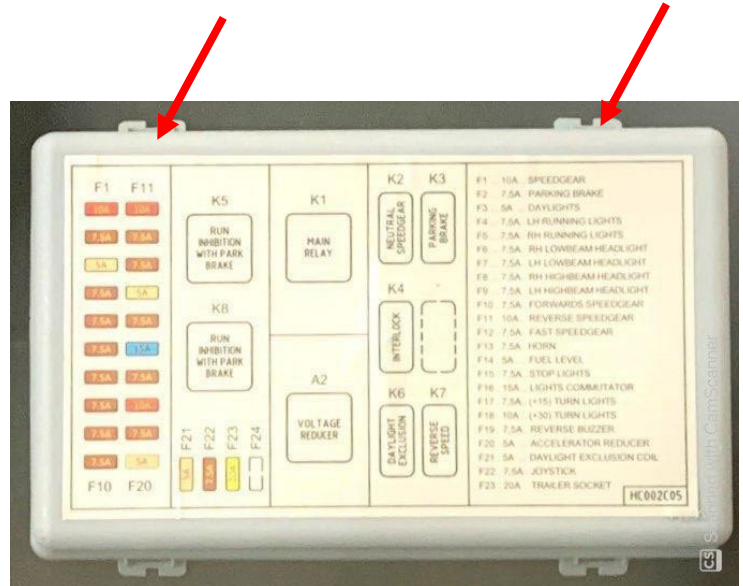

Figure 43. Couvercle du porte-
- Utilisez un outil approprié (tournevis, etc.) pour dévisser le volet situé sur le dessus de la boîte à fusibles, comme indiqué sur la figure 43.